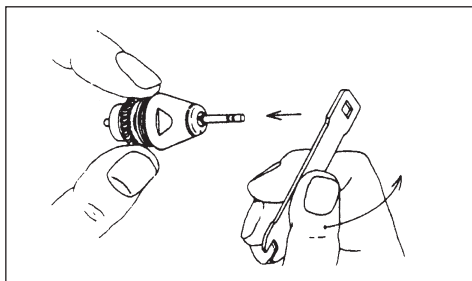

図11
- 1) チャックへテストバーまたはバーを装着してからカートリッジ⑳を取り外します。(6. カートリッジの交換方法を参照)
- 2) ローターを押さえ、ローター軸先端にあるローター軸ナットへローター軸ナット用レンチ⑱を掛け、図11の矢印の方向へ回します。レンチは四角の穴、コの字形どちらでも使用できます。